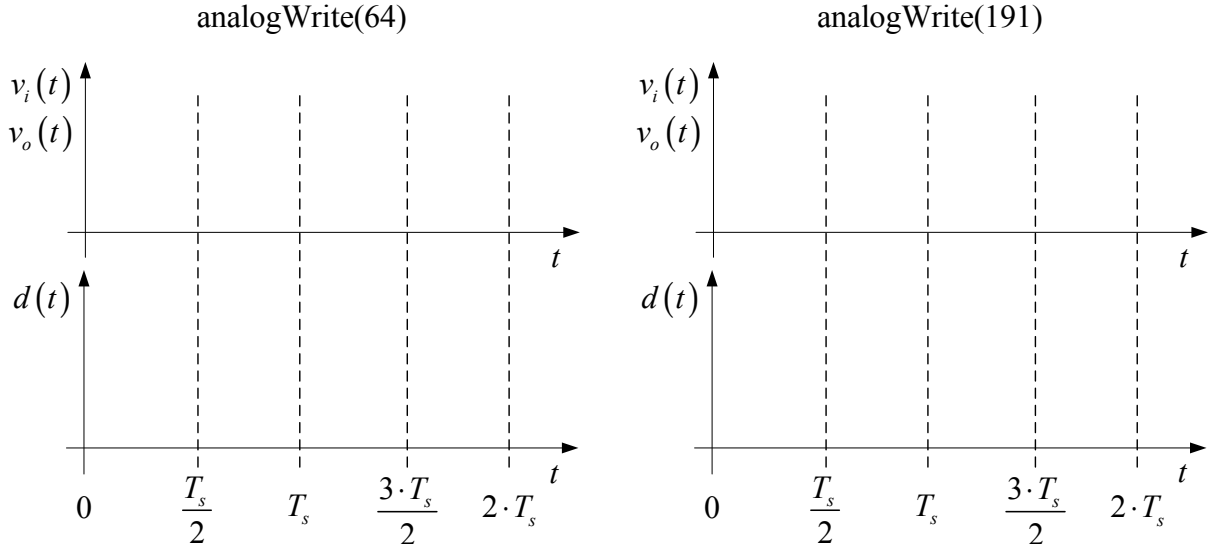

Figura 2 – Principais formas de onda do conversor cc-cc simples.
- 1) Esboce as formas de onda observadas no osciloscópio na Figura 2.